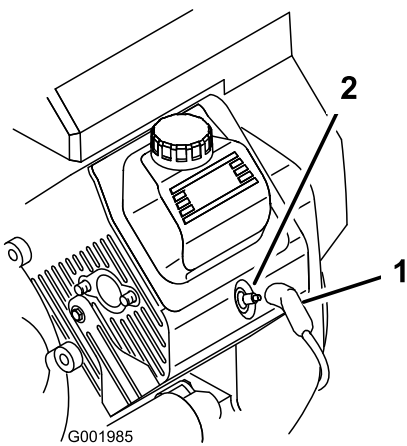

Bild 44
3. Ziehen Sie die Kabel von den Zündkerzen ab (Bild 44).
3. Stecken Sie die Kabel auf die Zündkerzen (Bild 44).